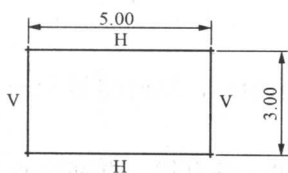

图 1-18 绘制矩形
(1) 单击  按钮, 在绘图区中的某个位置处单击鼠标, 确定矩形的一个角点, 然后拖动鼠标调整矩形的大小。再次单击鼠标, 确定矩形的另一个角点, 矩形如图 1-18 所示。